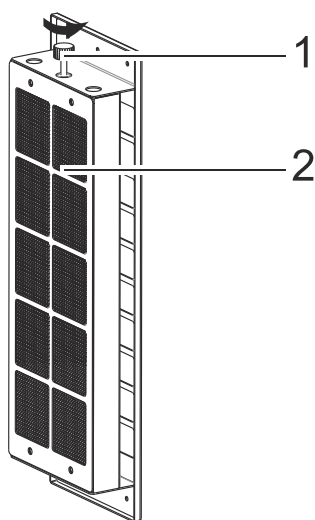

Fig. 4
2. ➡ Ta bort ramen från kolfiltret genom att ta bort skruven enligt bilden (Fig. 4).